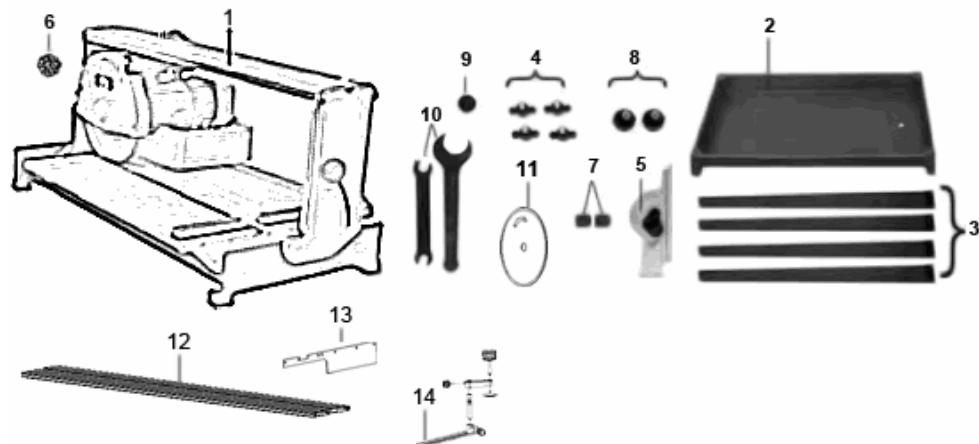

Рис.1
1. Винтами крепления (4) закрепите ножки (3) к поддону (2) (рис.1).
2. Вставьте пробку (9) в сливное отверстие поддона (рис.1).
3. Открутите от основного стола по четыре болта на планках крепления, вставьте в паз дополнительный столик (12) и с помощью дополнительной планки (13) закрепите его (рис.1).
4. Поместите плиткорез с помпой (1) в поддон (2) (рис.1).
5. Прикрутите ограничители (7) винтами крепления (8) на направляющей плиткореза (рис.1).
6. Установите и затяните отрезной диск (11) ключами (10) (рис.1).
7. Открутите транспортировочный винт (6) (рис.1)